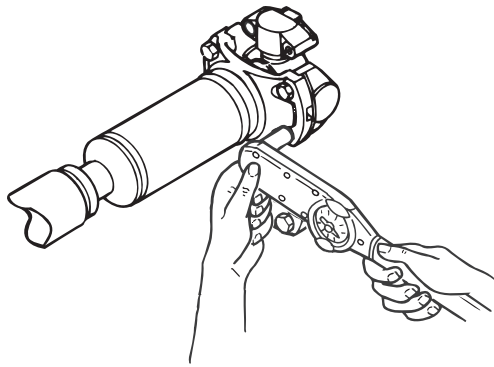

Figura 6.2
2. Instale nuevos tornillos y arandelas de seguridad. Figura 6.2. Consulte la tabla C.
4. Use un torquímetro para apretar alternadamente los tornillos con las especificaciones correctas. Figura 6.2. Consulte la tabla C
5. Use un torquímetro para apretar alternadamente los tornillos con las especificaciones de par de apriete para línea de transmisión Meritor. Consulte Tabla C y Figura 6.2.